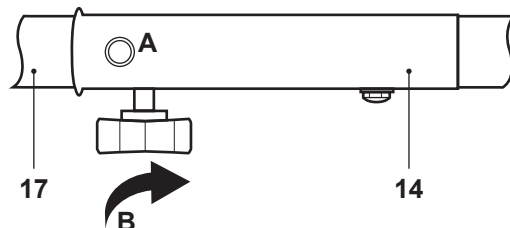

Fig. 3
- > Appuyez sur la butée [16] et poussez le tube inférieur [17] dans le tube supérieur ([11]). Continuez de pousser jusqu'à ce que la butée s'engage dans le trou (Fig. 3, A).
- > Serrez la mollette [15] (Fig. 3, B) pour que le tube inférieur ne puisse pas bouger du tout.